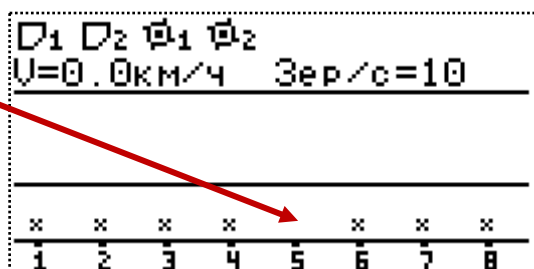

Рисунок 30
11. Убедиться, что адрес датчика изменился на требуемый. Для этого физически отключить и подключить датчик к жгуту связи (см. «Рисунок 30»).